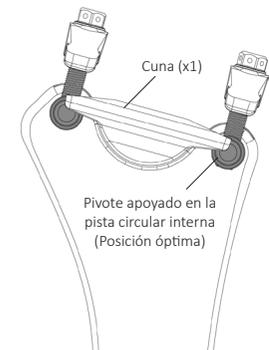

Imagen 2
- Introduzca cada conjunto preenrosado por los orificios circulares de la parte superior de la tija, quedando en la zona externa la cabeza del tornillo y la mordaza, y en la interna, el pivote. Posteriormente, desplace el conjunto por el carril adyacente al orificio hasta el extremo de la tija. Déje estos tornillos libres para el posterior posicionamiento del sillín. **Imagen 2.**
- Asegúrese que el pivote se apoya contra la superficie interior de la tija, en una orientación 90° rotada respecto a su orientación de entrada por el orificio. Esa será su posición óptima de fijación. **Imagen 2.**
- Coloque la cuna inferior en la pista circular que se encuentra en la parte superior central de la tija. **Imagen 2.**